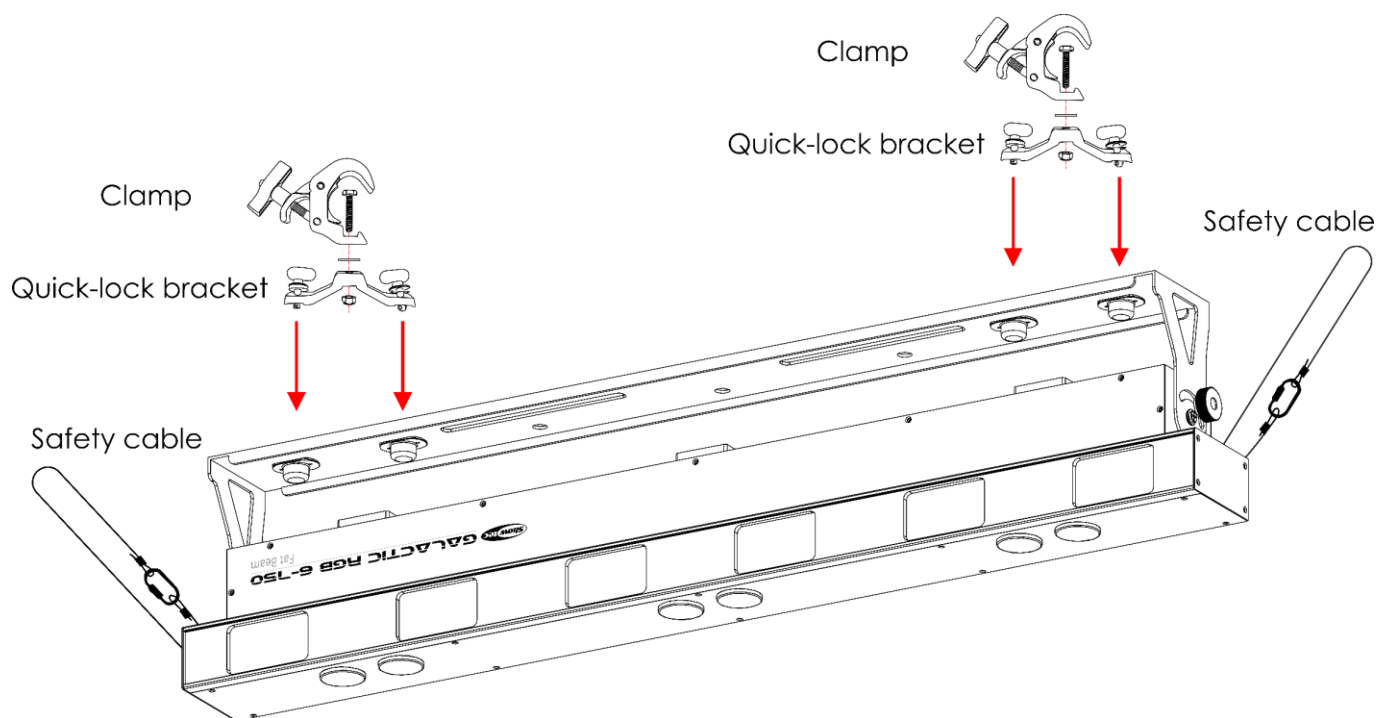

Fig. 08
- 01) Utilice soportes de enchance rápido para sujetar el dispositivo a la estructura de apoyo como se indica en la Fig. 08. Asegúrese de que el dispositivo no se pueda mover libremente.
- 02) Sujete el dispositivo con una suspensión secundaria, por ejemplo, un cable de seguridad. Asegúrese de que la suspensión secundaria puede soportar 10 veces el peso del dispositivo. Si es posible, la suspensión secundaria debería conectarse a una estructura de soporte independiente de la suspensión primaria. Pase el cable de seguridad a través del **anillo de seguridad (04)** como se indica en la Fig. 08.